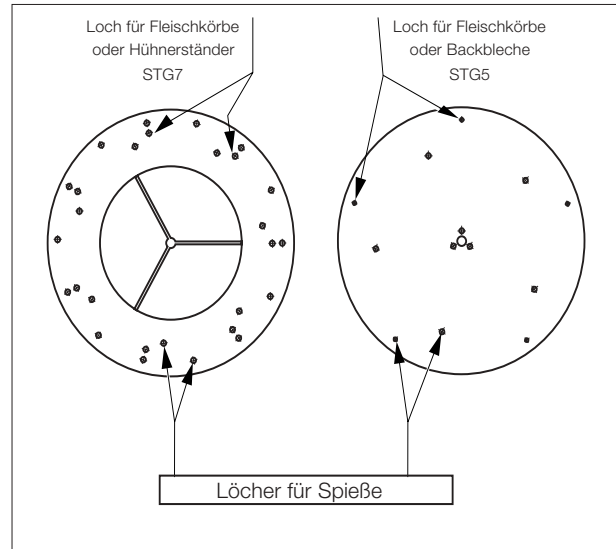

Abbildung 3.2
- Stecken Sie die Spitzen des Spießes in die entsprechenden Löcher der Rotorscheibe (siehe Abbildung 3.2). Das andere Ende stecken Sie in die entsprechenden Löcher der gegenüberliegenden Scheibe.
- Stecken Sie die Enden der Backbleche in die entsprechenden Löcher der Rotorscheiben (siehe Abbildung 3.2).
- Stecken Sie die Enden der Fleischkörbe/Hähnchenständer in die entsprechenden Löcher der Rotorscheiben (siehe Abbildung 3.2).